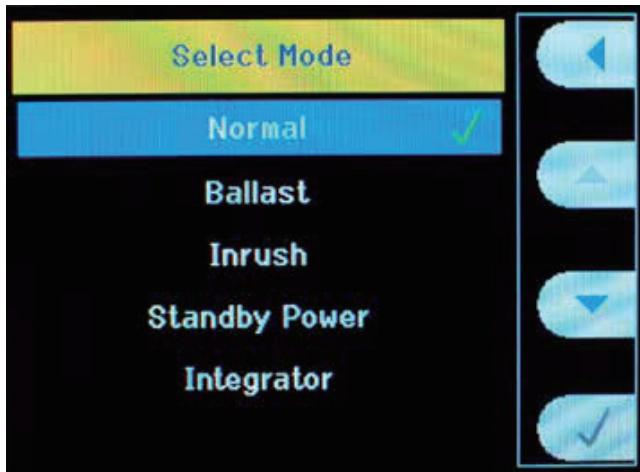

图 8. Select Mode 窗口。
- 按菜单→ Modes → Select Mode → 勾选 Normal，如图 8 所示。